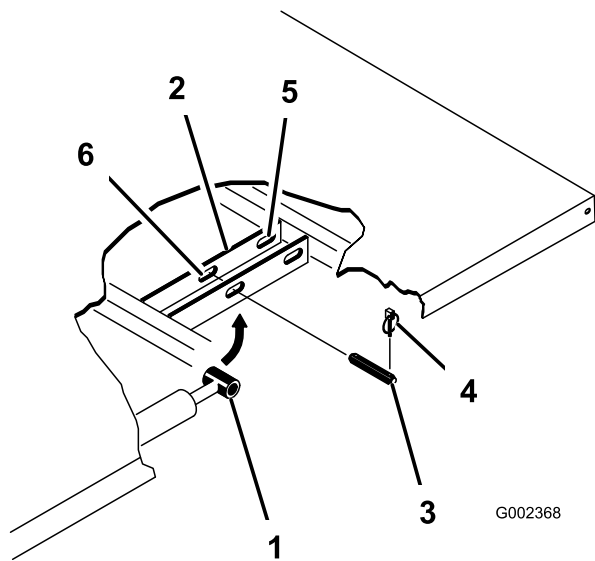

Figure 23
3. Retirez les goupilles à anneau aux extrémités extérieures des axes des tiges de vérins (Figure 23).
- Retirez les axes de chape qui fixent les côtés tiges des vérins aux plaques de montage du plateau en les poussant vers l'intérieur (Figure 23).
- Enlevez les goupilles à anneau et les axes de chape qui fixent les supports de pivot aux profilés du cadre (Figure 23).